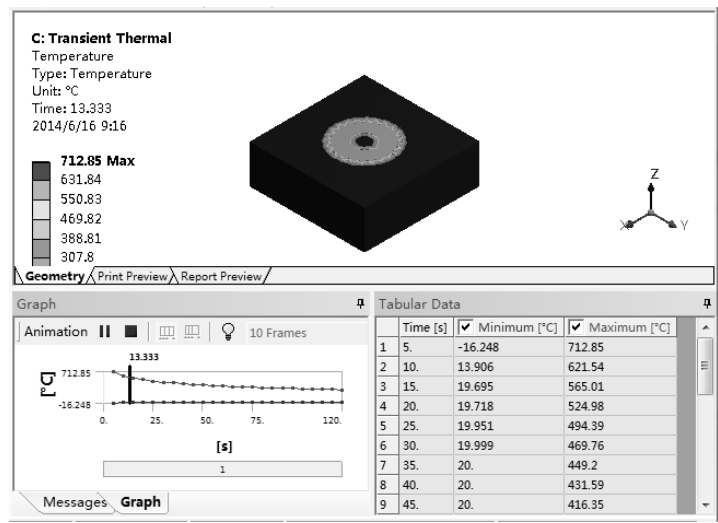

图 11-96 显示温度变化图
5) 选中【Solution (C6)】节点下的【Temperature】选项，在【Graph】对话框中单击  按钮，图形区显示温度变化过程，如图 11-96 所示。